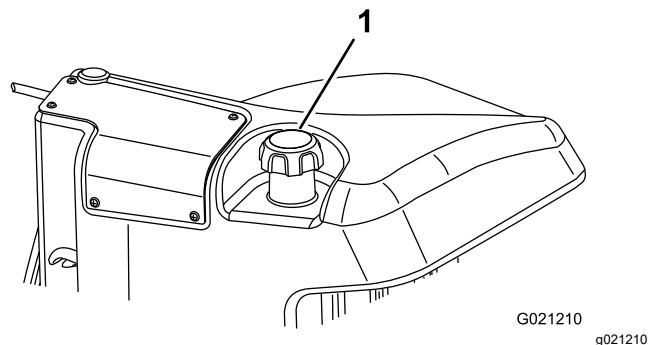

Figure 46
3. Retirez le bouchon du réservoir de carburant (Figure 46).